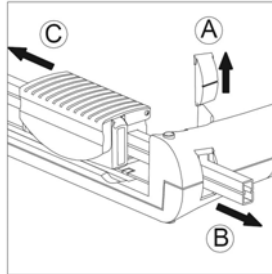

Bild 8
- 1 Entfernen Sie die Endkappe aus der Grundplatte (Bild 8, A).
- 2 Entnehmen Sie die Führungsschiene aus der Grundplatte (Bild 8, B).
- 3 Ersetzen Sie den alten durch einen neuen Schneidekopf (Bild 8, C).